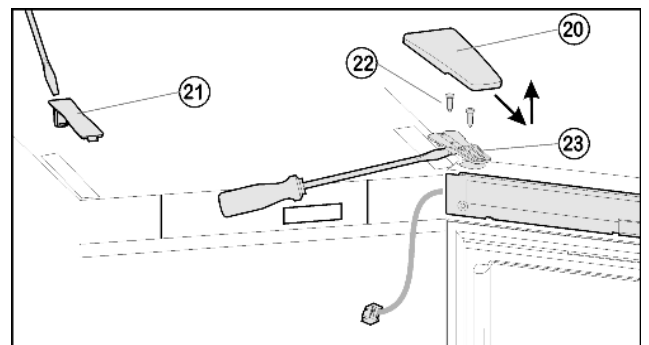

Fig. 10
- ▶ Tirer le cache Fig. 10 (20) vers l'avant et l'enlever par le haut.
- ▶ Retirer le cache Fig. 10 (21).
- ▶ Dévisser complètement les vis Fig. 10 (22).
- ▶ Enlever vers le haut la porte complète avec charnière *Fig. 10 (23)* et câble. Se servir du tournevis à tête fendue comme d'un levier en le glissant sous la charnière pour déboîter la porte avec précaution.